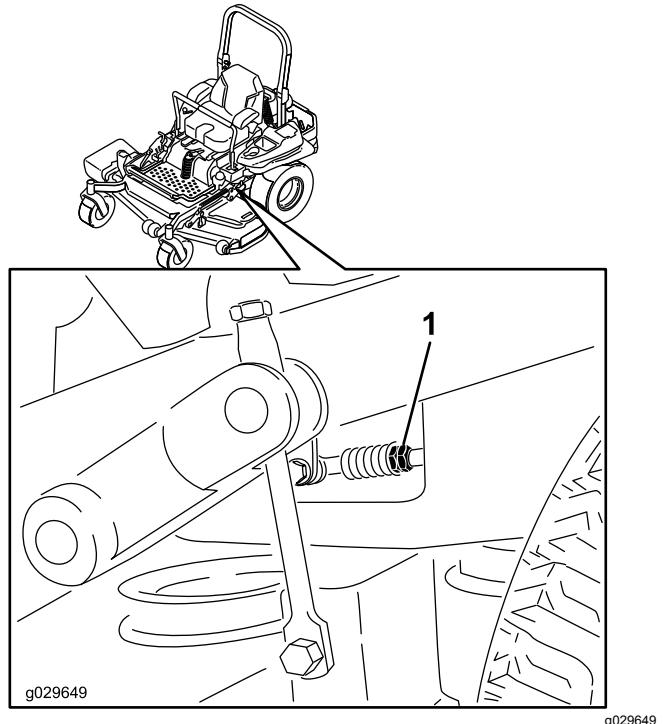

Figura 84
7. Ponga las palancas de control de movimiento en la posición de punto muerto. Ajuste la longitud de las varillas de control de las bombas girando las tuercas dobles de la varilla en el sentido apropiado, hasta que las ruedas se muevan ligeramente en marcha atrás (Figura 84). Mueva las palancas de control de movimiento a la posición de marcha atrás y, aplicando una ligera presión a la palanca, deje que los muelles de marcha atrás devuelvan las palancas a punto muerto. Las ruedas deben dejar de girar o moverse muy lentamente en marcha atrás.